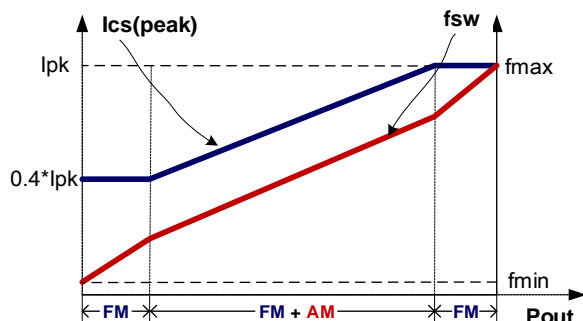

图 4
如图 4 所示，为了满足严苛的平均效率和待机功耗要求，U6513X 采用了调幅控制 (AM) 和调频控制 (FM) 结合的多模式控制技术。接近满载输出时，系统工作在调频工作模式中；在轻重载条件下，系统工作在调频工作和调幅工作模式中；当系统接近空载输出时，系统工作在调频模式中以降低待机功耗。利用此种控制技术，系统可以获得低于 70mW 的待机功耗。